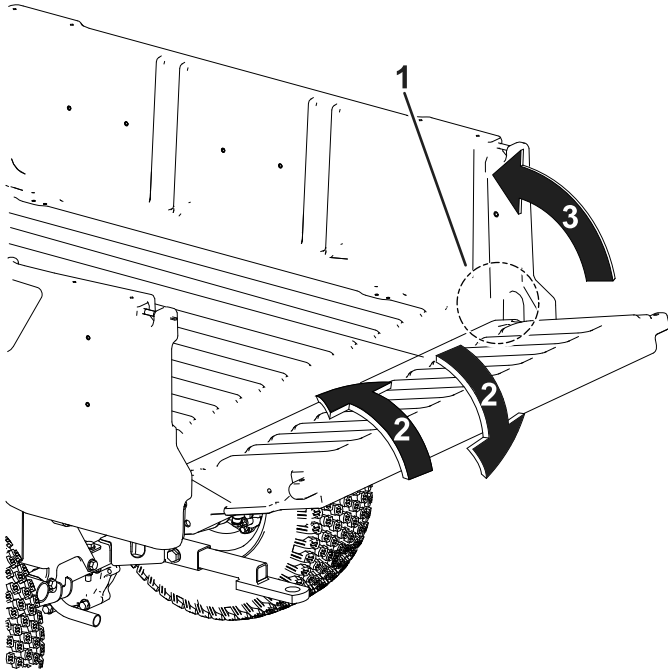

Figura 20
2. Gire el portón trasero a un ángulo de 45° aproximadamente (Figura 20).
3. Mueva el portón trasero varias veces hacia adelante y hacia atrás con breves sacudidas (Figura 20).